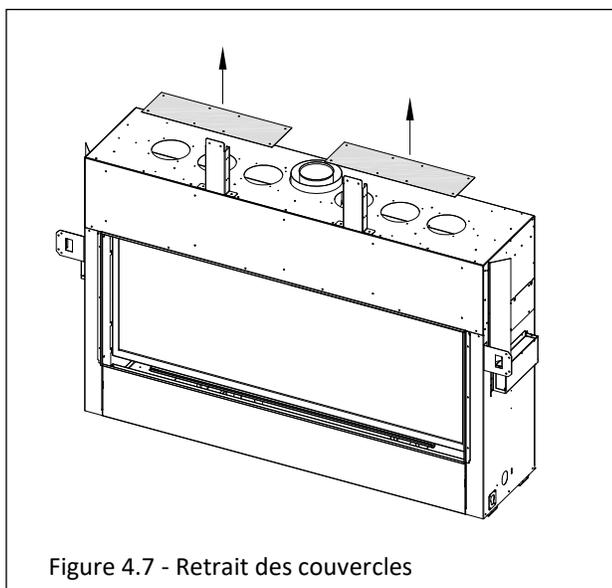

Figure 4.7 - Retrait des couvercles
1. Retirez les (16) vis à métal retenant les (2) couvercles sur le dessus du foyer, tel que montré à la Figure 4.7. Jetez ces deux couvercles. Conservez les vis à métal pour l'étape suivante.